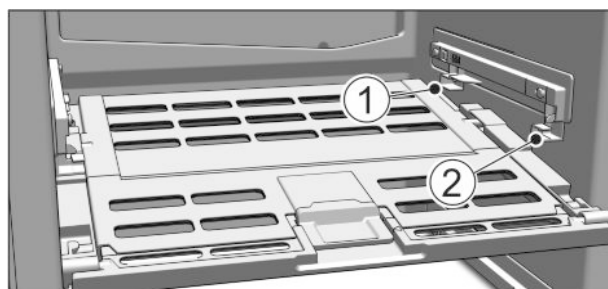

Fig. 51
- ▶ Mettre en place le couvercle du compartiment Fruit & Vegetable : Introduire les rainures du couvercle en bas dans le support arrière Fig. 51 (1) et les insérer dans le support Fig. 51 (2).